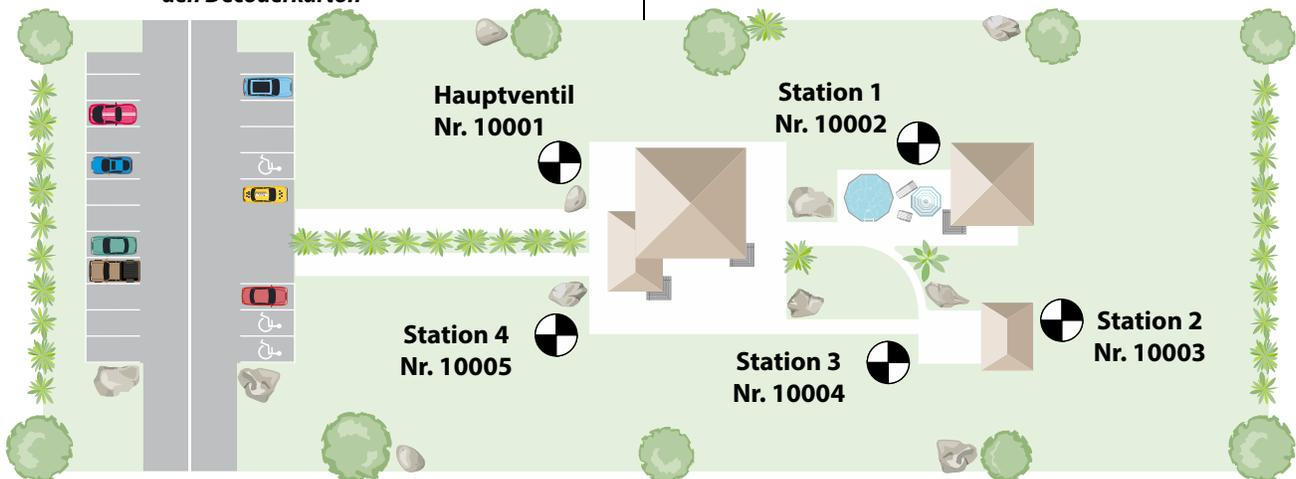

Abbildung 1 – Beispiel f r einen Standortaufbau mit Hauptventil
- Siehe Abbildung 1 f r ein Beispiel der Decoderadressierung mit Hauptventil.